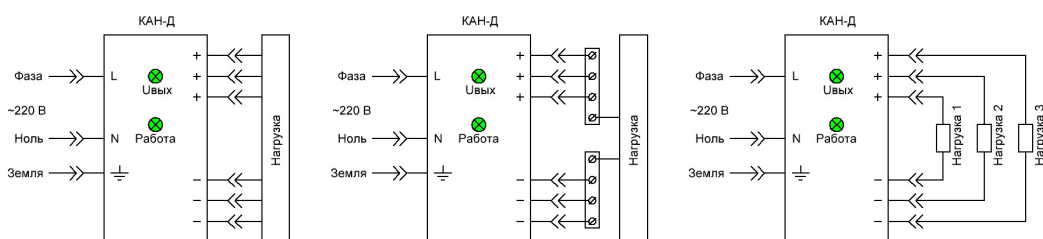

Рис.6.
- присоедините питание и нагрузку согласно рис.6;